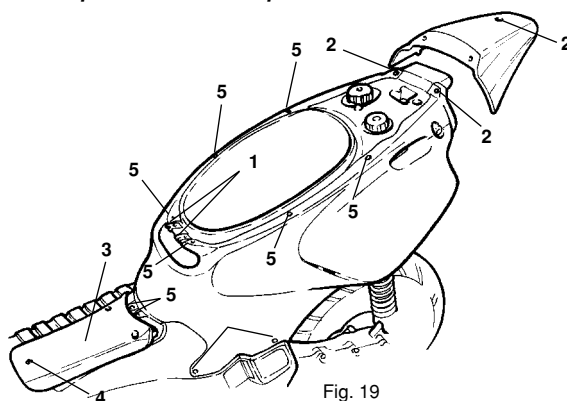
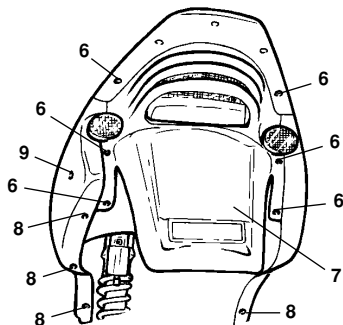

Fig. 19
Fig. 20
- Ribaltare e rimuovere la sella tramite le viti (1).
- Estrarre il coperchio del vano batteria (3) tramite la vite (4).
- Svitare le viti (5 - Fig. 19) sulle fiancate.
- Svitare il codino tramite le viti (2).
- Svitare le viti (6) e rimuovere il parafrangia posteriore (7) (in questo modo è possibile rimuovere il parafrangia e codino insieme).
- Svitare le viti inferiori (8 - Fig. 20) da ambo i lati del veicolo.
- Estrarre le fiancate laterali (9).
- Raise and remove the seat by loosening the screws (1).
- Take the battery cover (3) away by loosening the screw (4).
- Remove the screws (5 - Fig. 19) in the rear panel.
- Unscrew tail by means of screws (2).
- Remove the screws (6 - Fig. 20) and remove the rear fender (7) (in this way it is possible to remove the rear fender and the seat tail).
- Remove the lower screws (8 - Fig. 20).
- Remove the rear panels (9).